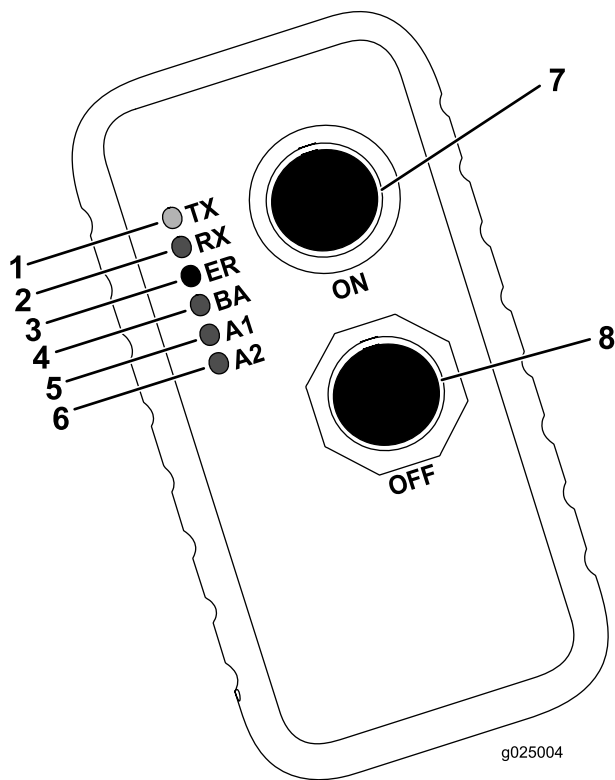

Рисунок 58
В следующей таблице перечислены различные режимы работы световых индикаторов ручного пульта (Рисунок 58) и их значения:
4. Одновременно нажмите и держите кнопки «Вкл.» и «Выкл.» (Рисунок 58).
5. Непрерывно удерживайте нажатыми кнопки «Вкл.» и «Выкл.» до тех пор, пока не начнет мигать зеленый световой индикатор передачи (TX) (Рисунок 58).
6. Включите машину, продолжая держать нажатыми кнопки «Вкл.» и «Выкл.» (Рисунок 58).
7. Отпустите кнопки «Вкл.» и «Выкл.» (Рисунок 58).